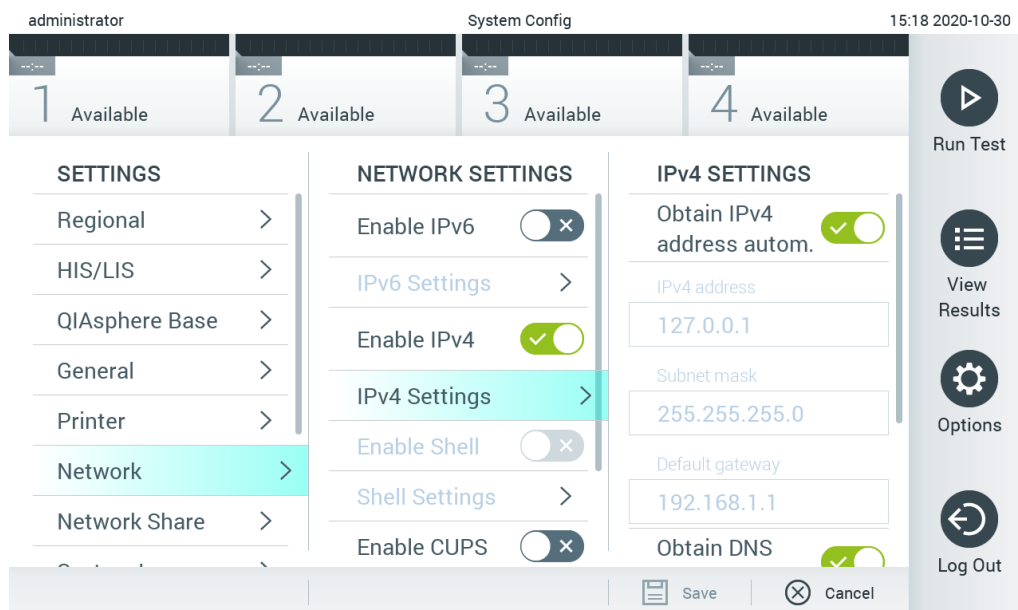

図 74. ネットワーク設定の構成。
2. 左列の Settings (設定) リストから Network (ネットワーク) を選択します (図 74)。